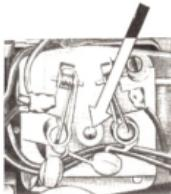
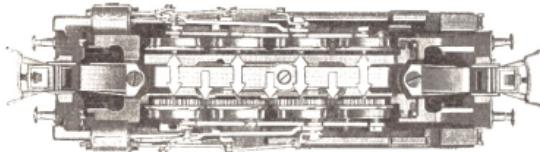

Fig. 2 Schmierstelle Ankerlager
Fig. 4 Schmierstellen von unten
3. Lubrication. We advise lubricating the armature bearings (see figs. 2 and 3) and also the gear bearings, after the engine has been running a little while, taking the engine casing off for the purpose. (See Point 4.) The axle bearings marked by arrows in fig. 4 must also be lubricated. Never give more than a drop or two of oil to any bearing. Over-oiling causes a film of dirt to form that may cause breakdown on the railway. We recommend MARKLIN 7199 lubricating oil or winter grade car engine oil; edible oil, i. e., salad oil, must not be used on any account. The bearing just mentioned must be lubricated again after the engine has run for a time.
7. The collector shoe sliding contact. Must be kept clean, and should be polished with fine emery paper if necessary. Though be careful not to let any dust fall into the engine when doing this. If the sliding contact shoe becomes worn after running a long time it can be removed simply by taking out the screw shown in fig. 4 and replaced by a new contact No. 7173 equally easily. When placing the new shoe in position be careful about the correct position of the contact plates.
3. Graissage. Nous conseillons de graisser les piliers d'induit après quelque temps de fonctionnement [Voir figure 2-3]. Pour y avoir accès il faut démonter la caisse de la locomotive [Voir § 4]. Il faut en outre graisser les piliers des essieux montrés sur la figure 4. Amener une à deux gouttes d'huile sur chaque palière; un graissage excessif nuit au bon fonctionnement de la locomotive par suite de formation de combous. Nous conseillons l'emploi d'huile MARKLIN 7199 ou d'auto [huile d'hiver] comme lubrifiant; l'emploi d'huile de table est à proscrire. Procéder à un tel graissage à intervalles réguliers.
7. Frotteur. Le frotteur doit être maintenu en parfait état de propreté. De temps en temps il faut le nettoyer à l'aide de papier émeri fin en veillant à ce que la poudre d'émeri ne tombe pas dans la locomotive. Pour remplacer le frotteur usé, il suffit de défaire la vis montrée sur la figure 4. Remplacer le frotteur démonté par un frotteur neuf N° 7173. Lors du montage il faut veiller à ce que la plaque d'isolation soit correctement disposée.
3.º Lubricación. Después de un corto período de funcionamiento recomendamos la lubricación de los cojinetes del inducido [véanse figs. 2 y 3] y de las ruedas dentadas del mecanismo [véase el punto 4.º]. Además se engrasaran los cojinetes de eje marcados con flechas en la figura 4. En cada cojinete sólo se pondrán 1 a 2 gotas de aceite. Todo exceso de aceite produce una capa de suciedad que da lugar a trastornos de funcionamiento. Para la lubricación recomendamos emplear aceite MARKLIN 7199 o el de invierno para automóviles, nunca aceite de mesa. La lubricación de los mencionados cojinetes se repetirá después de algún tiempo de funcionamiento de la locomotora.
3. Lubrificazione. Dopo breve funzionamento consigliamo di lubrificare i supporti dell'indotto (vedi figg. 2 e 3) e delle ruote motrici. A questo scopo occorre togliere il mantello della locomotiva (vedi punto 4). Inoltre sono da olearsi i supporti degli assi indicati con frecce nella fig. 4. Su ogni punto da oleare non si devono mettere più di 1-2 gocce di olio. Una maggiore lubrificazione produce la formazione di uno strato di sudicio che può procurare dei disturbi di funzionamento. Come lubrificante raccomandiamo l'olio MARKLIN **7199** oppure olio invernale per automobili; in nessun caso si deve usare olio commestibile. Dopo un certo periodo di corsa è utile ripetere la lubrificazione come indicato.
7. Pattino. Il pattino deve essere tenuto sempre pulito. Eventualmente sfregarlo leggermente con finissima carta smergigliata facendo attenzione che la polvere non cada nella macchina. Se dopo lungo uso il pattino risultasse consumato, esso può essere facilmente sostituito togliendo la vite visibile nella fig. 4 ed applicando un nuovo pattino 7173. Inserendo il nuovo pattino fare attenzione alla giusta posizione delle piastre di contatto.
3. Smörjning. Efter en kortare tids körsning rekommenderar vi smörjning av ankarets (se bild 2 och 3) och drivhjulens lejer. Då måste man ta sig av lokets överdel (se punkt 4). Dessutom måste man med pilars angivna axellogen. Mer än 1 droppa olja ej komma på ett och samma smörjstöde. För mycket olja förorsakar driftstörningar i loket och bildar en smutshinna på skenorna. Som smörjmedel rekommenderas MARKLIN smörjolja 7199 eller vinterolja. Motolja för under inga omständigheter användas. Smörjningen bör upprepas efter en tids körsning.
7. Släpskon. Släpskon skall alltid hållas ren. Den kan rengöras med fin smärgelduk, varvid man emellertid måste se till att de avstipade partiklarna inte faller ned i loket. När en nedsliten släpsko behöver bytas, sker det på ett mycket enkelt sätt, se fig. 4. Den mitt på släpskon placerade skruven lossas, varefter släpskon lätt lyftes ur och en ny släpsko 7173 skruvas fast. Se nog att kontaktpinnen sitter rätt.
3. Smøring. Efter kort tids brug anbefales det at smøre ankerlojet (se fig. 2 og 3) og drivhjulenes lejer. Man må i dette tilfælde afmontere overdelen [se pkt. 4]. Desuden må de på fig. 4 med pile viste ankerlejer også smøres. På hvert smørested eller leje må ikke komme mere end 1-2 drøber olie. For stærk smøring donner smuds på skinnerne, og driftsforstyrrelser kan intræde. Brug MARKLIN-smøredråg **7199** eller vinter-autofolie **men aldrig spissolie**. Den her nævnte smøring må kontrolleres nogen tid efter.
7. Slæbskøn skal altid være ren og kan rengøres med fint smergelpapir. Pas på at der ikke folder støvpartikler ind i lokomotiven. Såfremt slæbeskøn er slidt efter længere tids kørsel, kan den let udskiftes ved at man fjerner den på fig. 4 viste skru og pømønterer en ny slæbesko **7173**. Ved monteringen af ny slæbesko må man passe på kontaktpladens rigtige stilling.
3. Smering. Het verdient aanbeveling na kort gebruik de lagers van het anker te smeren (zie fig. 2 en 3), alsmede de lagers van de tussenradaren. Hiervoor moet de kap worden verwijderd (zie punt 4). Bovendien moeten, minder dikwijs, maar toch van tijd tot tijd, de in fig. 4 met pijlen gemerkte lagers een druppeltje olie hebben. Ieder lager mag niet meer dan 1-2 druppels olie hebben; overdadig smeren veroorzaakt storingen door de vorming van een laag vet met vuil. Als geschikte olie kunnen wij aanbevelen de MARKLIN-smeerolie **7199** of winter-auto-olie, terwijl beslist nooit sla- of bakolie mag worden gebruikt. Bovengenoemde lagers moeten van tijd tot tijd opnieuw gesmeerd worden.